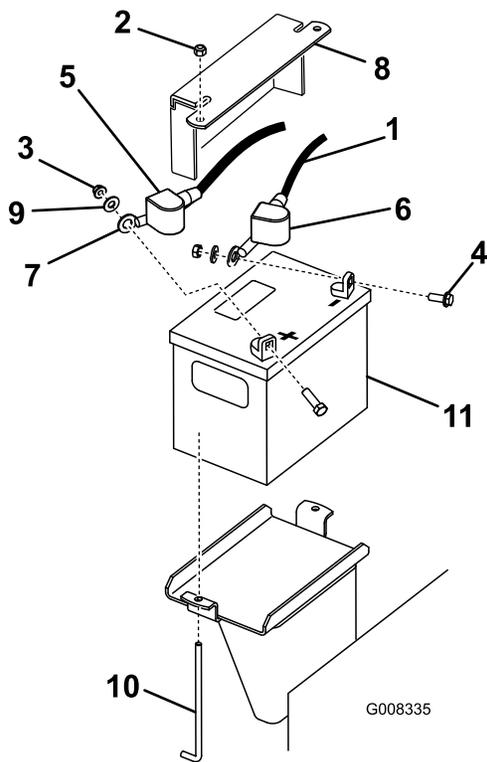

Рисунок 40
3. Снимите с отрицательного кабеля черный резиновый чехол. Отсоедините отрицательный кабель от отрицательной (-) клеммы аккумуляторной батареи (Рисунок 40).
- Снимите с положительной клеммы аккумулятора красный чехол. Затем снимите положительный (красный) кабель (Рисунок 40).
- Снимите прижим, крючковые болты и контргайки, которые крепят аккумулятор (Рисунок 40), а затем снимите аккумулятор.